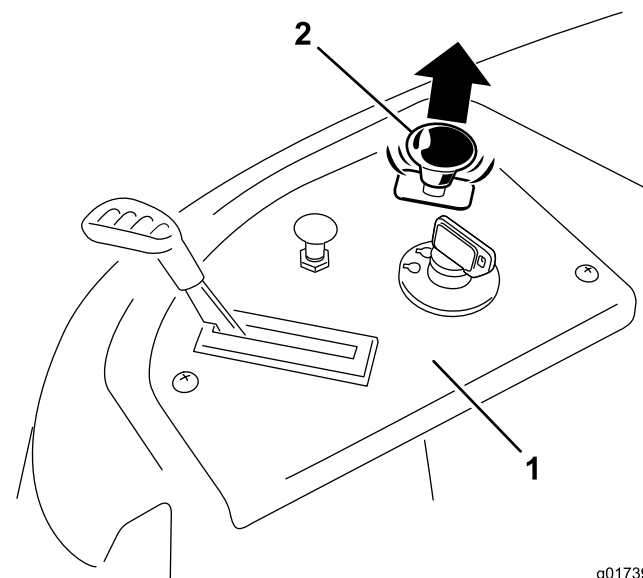

Figura 16
3. Tire hacia arriba del mando de control de las cuchillas para desplazarlo a la posición de Engranado y engranar las cuchillas (Figura 16).